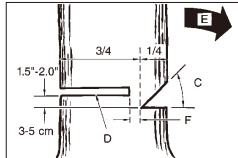

Fig. 11B
⚠ADVARSEL: Aldri gå foran et tre som har blitt styreskåret. Gjør hovedskåret (D) fra den andre siden av treet og 1,5 – 2,0 tommer (3-5 cm) over kanten på hakket (C) (Fig. 11B).